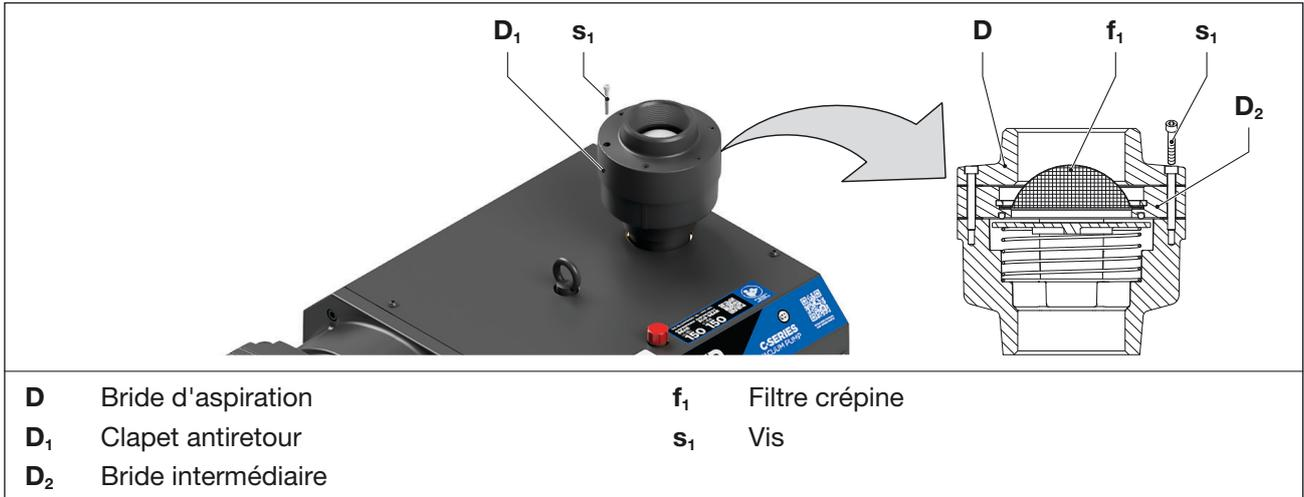

Fig. 6 Filtre crépine
- b) Retirez la bride d'aspiration (Fig. 6/D) après avoir desserré les vis (Fig. 6/s1).
- c) Retirez la bride intermédiaire (Fig. 6/D2) avec le filtre crépine (Fig. 6/f1).
- d) Nettoyez le filtre crépine (fig. 6/f1). Contrôlez également l'état de contamination du clapet antiretour (Fig. 6/D1) et nettoyez-le si nécessaire.
e) Remontez la bride intermédiaire (Fig. 6/D2) avec le filtre crépine (Fig. 6/f1) ainsi que la bride d'aspiration (Fig. 6/D) et serrez les vis (Fig. 6/s1). Couple de serrage : 10 Nm.